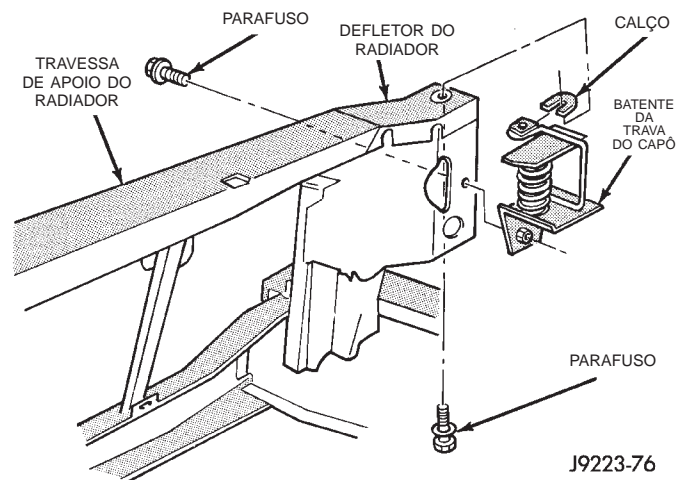

Fig. 106 Batente da Trava do Capô
(3) Regule os batentes do capô (Fig. 106) com calços, conforme a necessidade. Aperte os parafusos com torque de 22 N·m (16 pés-lb.) após a regulagem.
(4) Alinhe as lingüetas e os batentes de modo que se encaixem em esquadro.